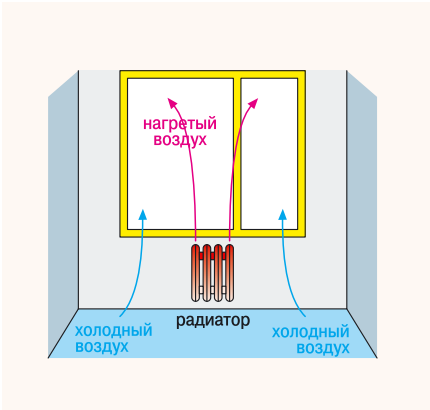

Рис. 2. Размещение короткого отопительного прибора под окном (стрелками показано направление движения воздуха внутри помещения)
•• Рис. 2. Принципиальная схема
❖ Рис. 2. Все стадии производства контролируются на 100% до упаковки в пачки по 12 шт. и в коробки по 600 шт.
Правила установки электрических конвекторов мало отличаются от стандартных требований, предъявляемых к отопительным приборам конвекционного типа. Обогреватель рекомендуется размещать у наружной стены под окном (рис. 1), с перекрытием не менее  $\frac{3}{4}$  ширины оконного проема (т.е. длинные и низкие отопительные приборы предпочтительнее высоких и коротких). При таком расположении поток теплого воздуха от конвектора препятствует движению воздуха с пониженной температурой у пола помещения. Слишком короткий отопительный прибор (рис. 2) провоцирует активный подъ-